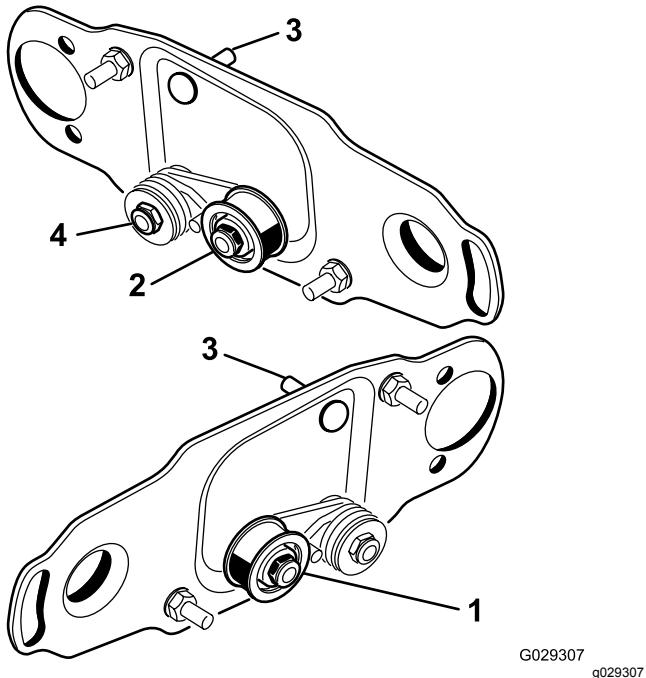

Figure 3
Sur les unités de coupe avant et arrière gauches, inversez la poulie de tension pour la monter sur le côté droit de l'unité de coupe (Figure 3), comme suit :
1. Déposez la poulie de tension du côté gauche de l'unité de coupe et montez-la dans le trou inférieur de la plaque de brosse, sur le côté droit de l'unité de coupe (Figure 3).
2. Enlevez le boulon de carrosserie et l'écrou et placez-les dans le trou supérieur occupé précédemment par la poulie de tension (Figure 3).